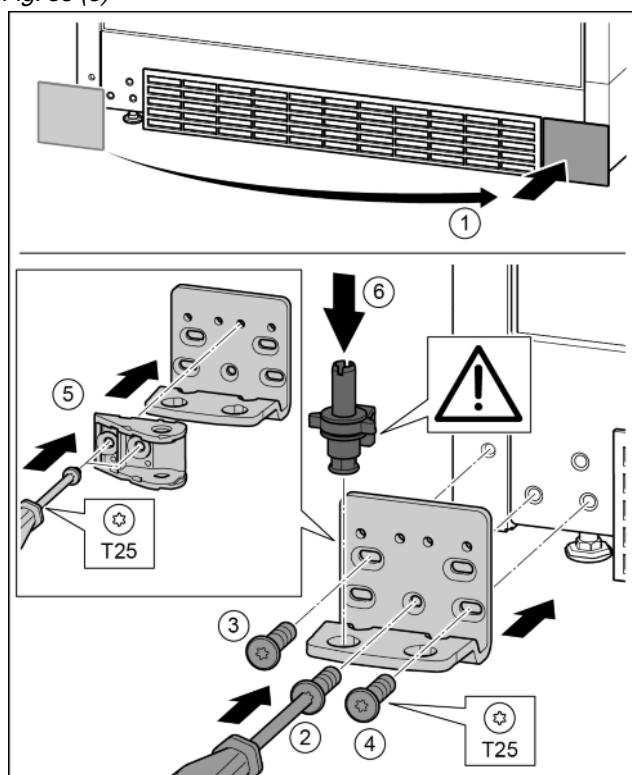

Fig. 36
- ▶ Skinite pokrov i postavite ga na drugoj strani. Fig. 36 (1)
- ▶ Postavite podložak ležaja na drugoj strani i zavijte pomoću odvijača T25. Započnite s vijkom 2 dolje u sredini. Fig. 36 (2)
- ▶ Pritegnite vijak 3 i 4. Fig. 36 (3, 4)
- Okrenite spojni element prigušivača zatvaranja za 180°. Na drugoj strani podloška ležaja zavijte pomoću odvijača T25. *Fig. 36 (5)*
- Kompletno umetnute podložak ležaja. Pri tome pazite da je ispuštenje za blokiranje okrenuto prema otragu. *Fig. 36 (6)*